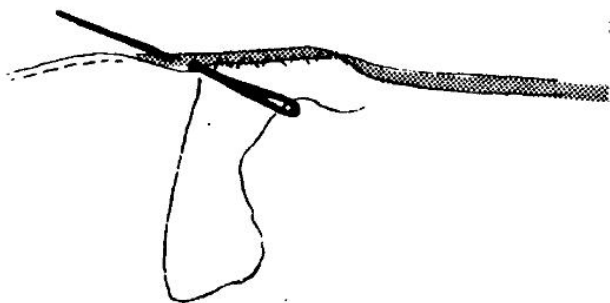

Рис. 135
7. Сделайте несколько стежков, затем туго вытяните нить, образуя рулик (рис. 135).